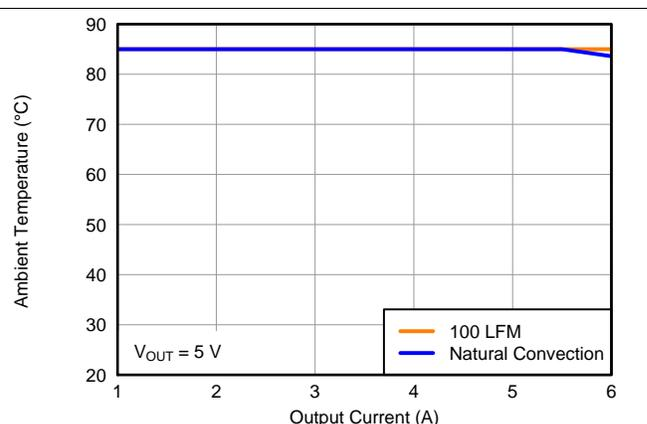
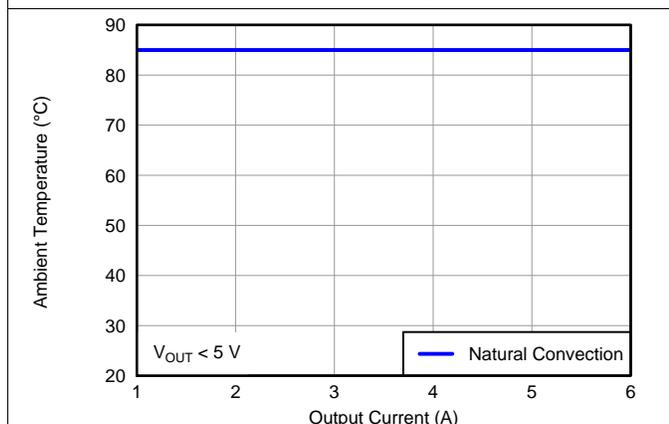

图 14. 安全操作区域
图 15. 安全操作区域
- (2) 温度降额曲线表明内部元件所处的温度等于或低于制造商的最高工作温度。降额限制适用于直接焊接至有 1 盎司覆铜的 100mm x 100mm 双面印刷电路板 (PCB) 的器件。适用于图 14 和图 15。